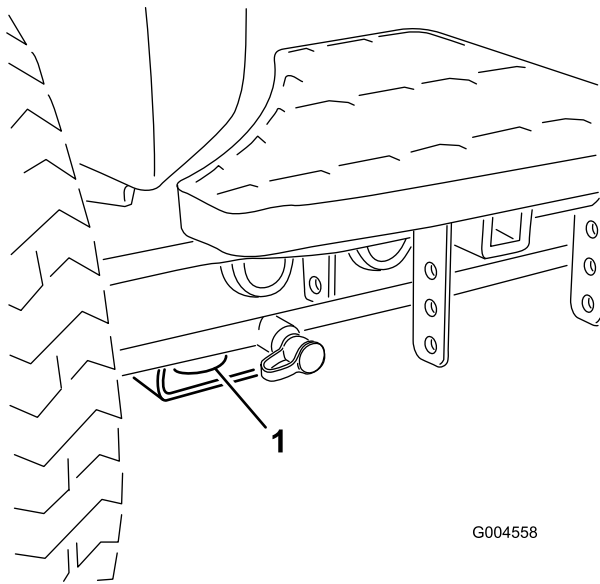
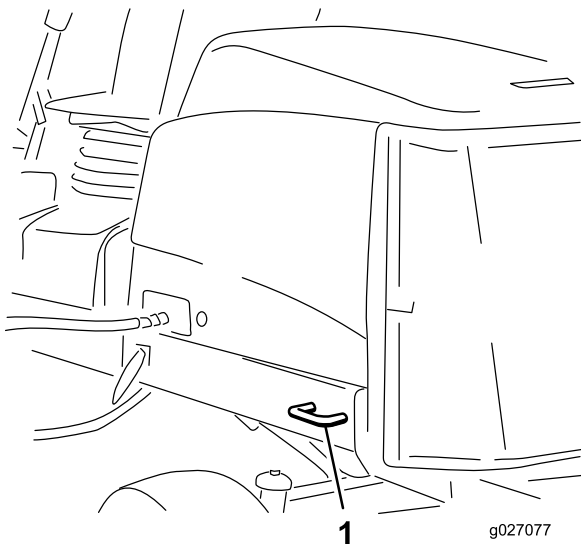

Figura 37
Figura 38
- Traseira – cada lado da máquina na estrutura traseira (Figura 38).
5. Utilize os aros de fixação metálicos na máquina para prender firmemente a máquina ao atrelado ou veículo com cintas, correntes, cabo ou cordas (Figura 37 e Figura 38).
- Dianteira – o orifício na pastilha rectangular, por baixo do tubo do eixo, dentro de cada pneu dianteiro (Figura 37)
- Traseira – cada lado da máquina na estrutura traseira (Figura 38)